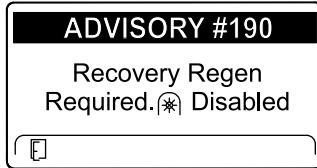

Figure 70
- Régénération d'urgence requise – prise de force désactivée AVIS N° 190 (Figure 70)